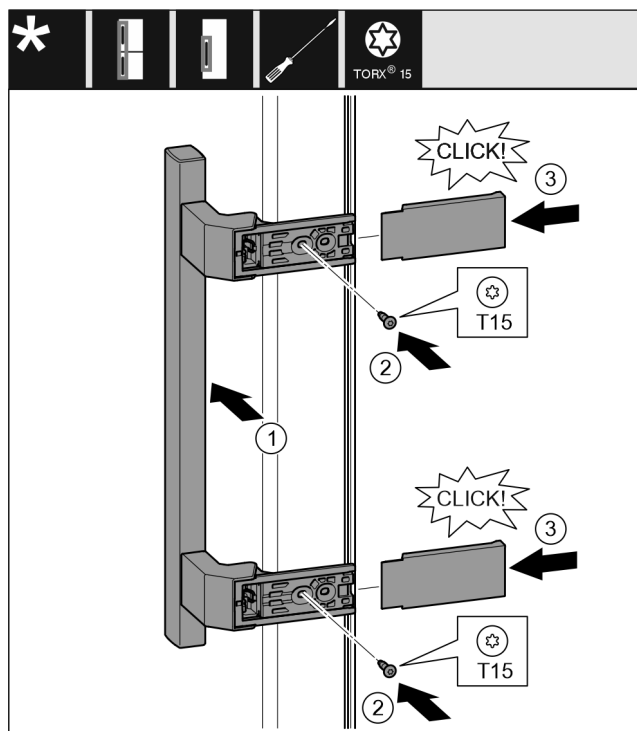

Fig. 20
- Postavite ručku na suprotnu stranu. Fig. 20 (1)
- Pritegnite vijke odvijačem T15. Fig. 20 (2)
- Postavite pokrove bočno i natakните ih. Fig. 20 (3)